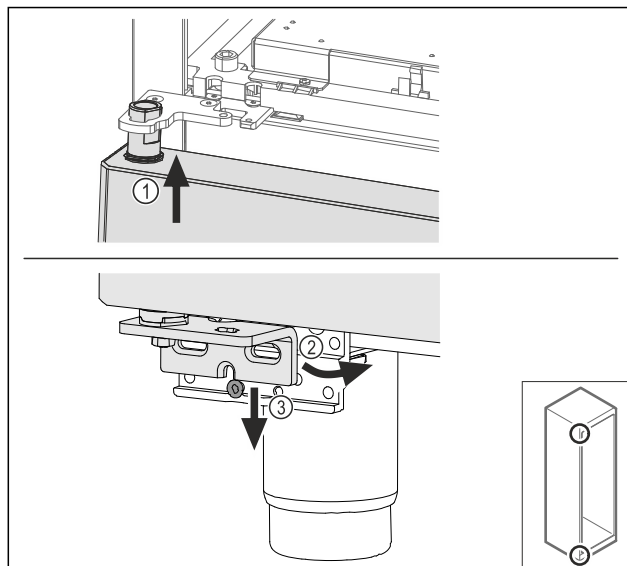

Fig. 63
- ▶ Установите дверь под небольшим уклоном сверху Fig. 63 (1), выровняйте ее прямо Fig. 63 (2) и смонтируйте снизу на винт опорного кронштейна Fig. 63 (3).